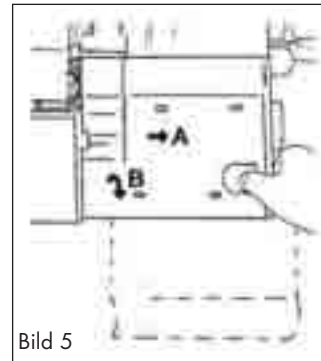

Bild 5
- Skjut frontluckan **10** åt höger (A) och dra den mot dig (B) (bild 5).